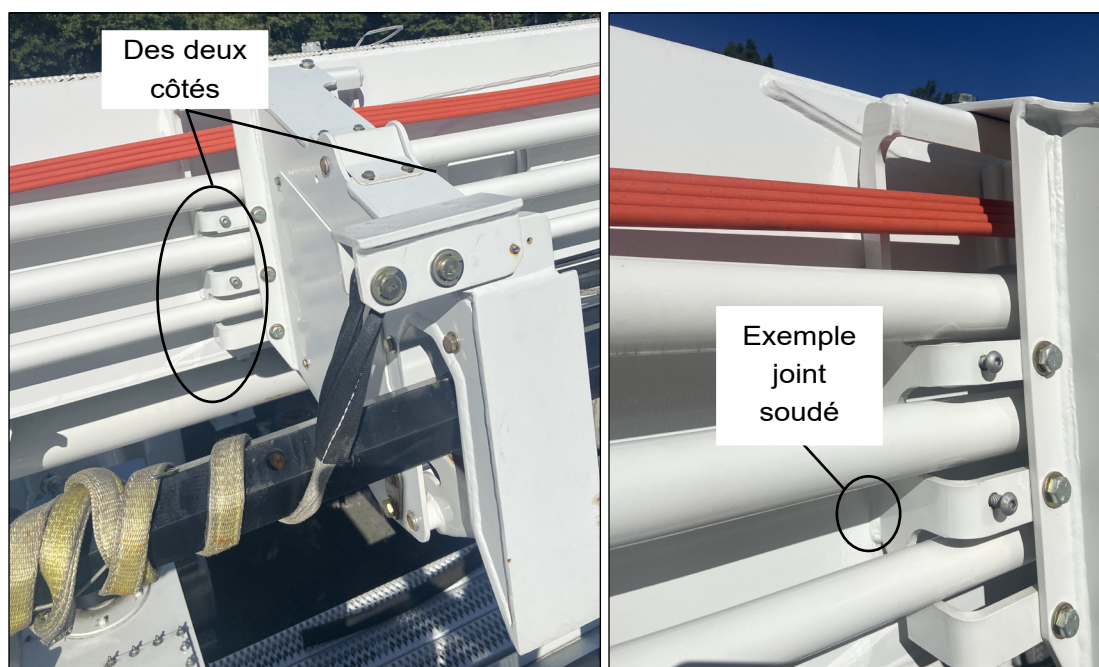

Figure 2 — Zone d'inspection
7. Inspectez la zone où le support d'arrimage de tarière est soudé à la flèche inférieure (reportez-vous à la Figure 2). Recherchez la présence éventuelle de fissures le long des joints soudés des deux côtés.